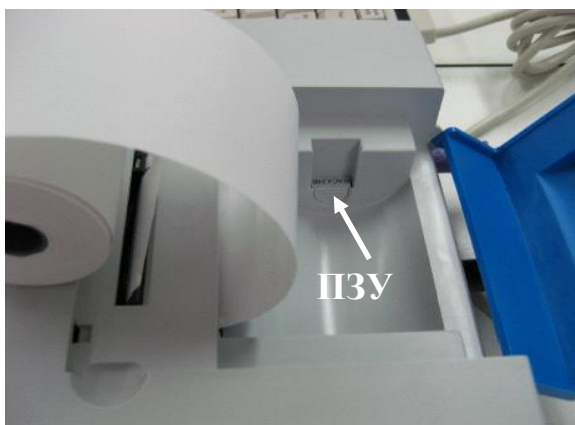

Рис. 5
2. Поднимите рулон термобумаги. (Рис. 5)